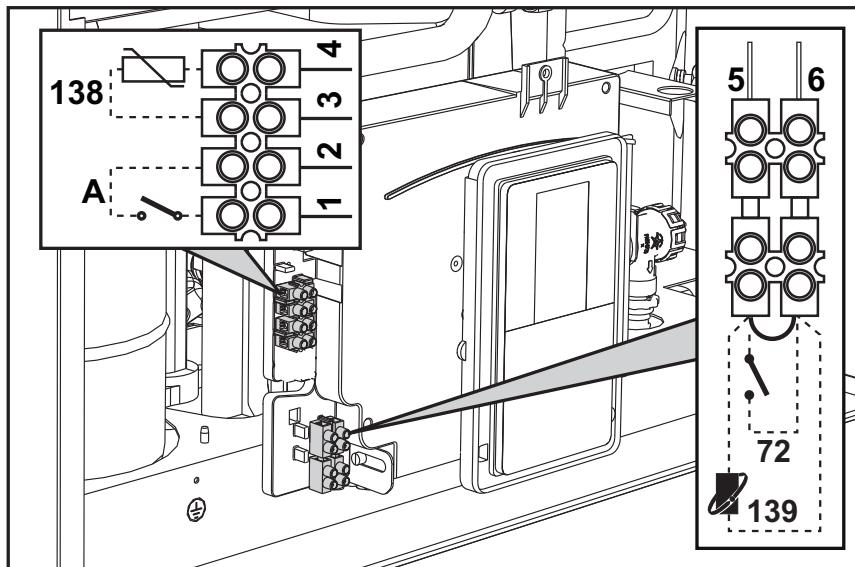

fig. 28
După ce ati scos panoul frontal (** 'Deschiderea panoului frontal' on page 150 ***) veți putea avea acces la panourile de borne (M) și la siguranța fuzibilă (F) urmând indicațiile descrise în continuare. **Bornele indicate în fig. 28 trebuie să aibă contactele curate (nu 230 V).** Dispunerea bornelor pentru diferitele conexiuni este indicată și în diagrama electrică din fig. 51.
Configurarea întrerupătorului ON/OFF (A fig. 28)